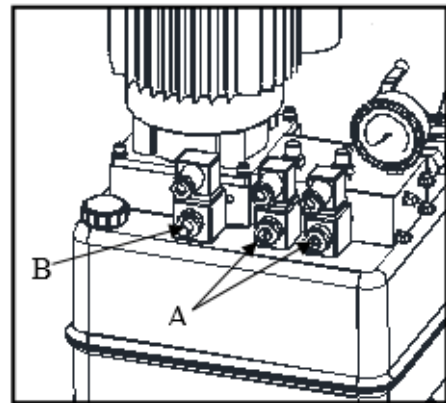

Fig. 11
3. Draai nu de magneetklep voor het zakken los door de noodschroef (B, fig.11) tegen de klok in los te draaien, druk vervolgens de pinnetjes van de twee magneetkleppen (A) in, de platforms zakken nu. Het vastdraaien of lossen draaien van de noodschroef kan de zaksnelheid verhogen of verlagen.